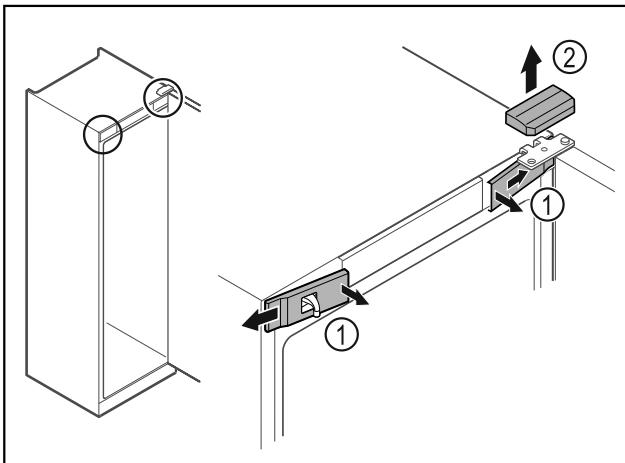

Fig. 11
► Odistite zvnútra predné kryty Fig. 11 (1) a odoberte ich do strany.
► Odoberte horný kryt Fig. 11 (2) nahor.